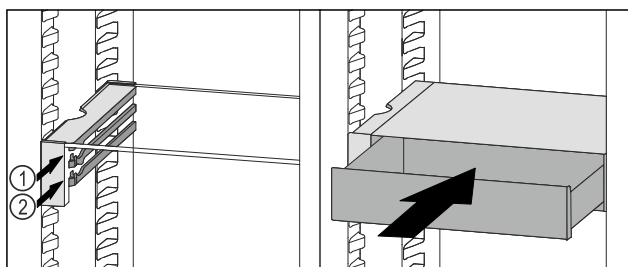

Fig. 126
- ▶ Поставете чекмеджето на VarioSafe зад ограничителите върху желаното ребро Fig. 126 (1) или Fig. 126 (2).